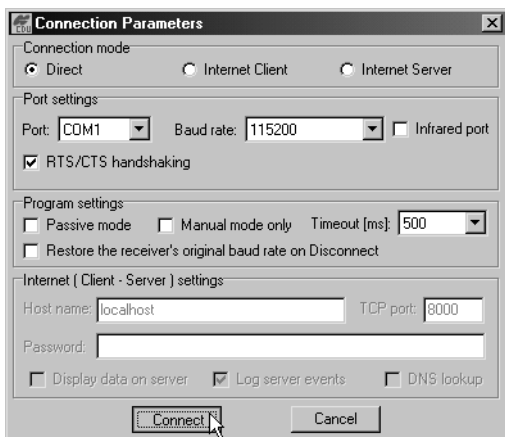

Figura 2-21. Parámetros de Conexión – Valores de la MINTER
2. En el cuadro de diálogo **Connection Parameters** (Parámetros de Conexión), habilite la negociación (handshaking) RTS/CTS (Figura 2-21 en la página 2-26).